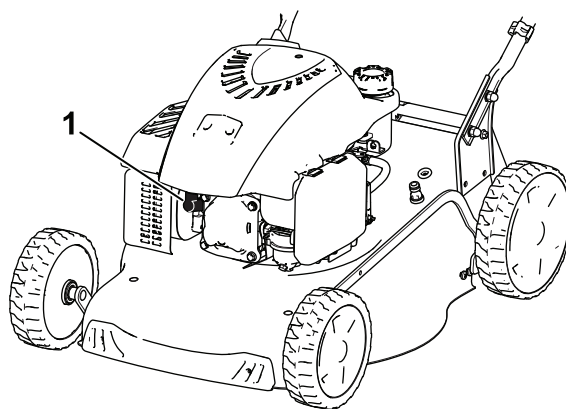

Figura 20
2. Desligue o fio da vela da ignição da vela da ignição (Figura 20).